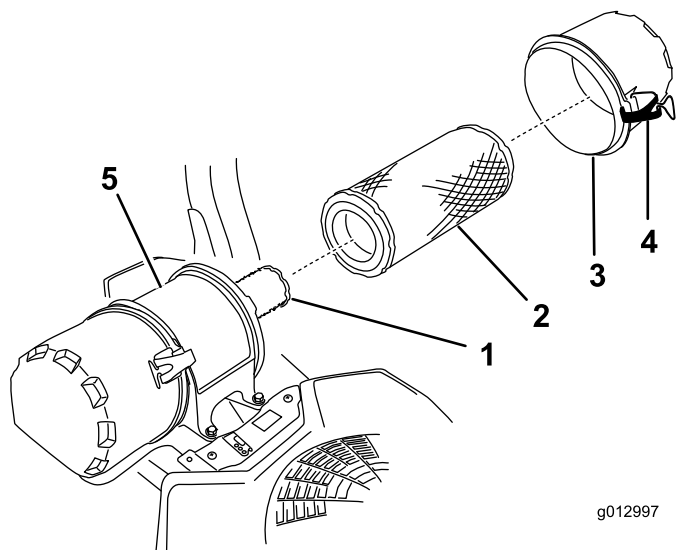

Figura 47
- Abra los cierres del limpiador de aire y tire de la tapa de la entrada de aire para separarla del cuerpo del limpiador de aire (Figura 47).
- Extraiga con cuidado el filtro primario de la carcasa del limpiador de aire (Figura 47).
- Si va a cambiar el filtro interno, deslícelo cuidadosamente en el cuerpo del filtro (Figura 47).
- Deslice cuidadosamente el filtro primario por encima del filtro de seguridad (Figura 47).
- Instale la tapa del limpiador de aire y fije los cierres (Figura 47).